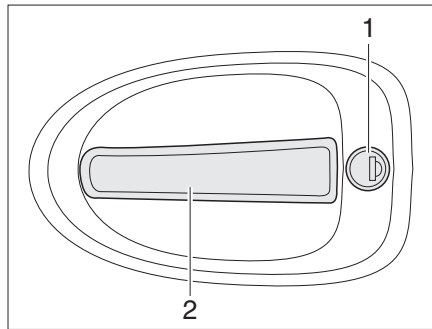

Fig. 35 Serrure de la porte cellule, à l'extérieur
- Insérer la clé dans le barillet (Fig. 35,1) et la tourner jusqu'à ce que la serrure de la porte soit déverrouillée.
- Tirer sur la poignée de la porte (Fig. 35,2). La porte est ouverte.
- Insérer la clé dans le barillet (Fig. 35,1) et la tourner jusqu'à ce que la serrure de la porte soit verrouillée.